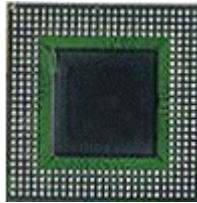

Figura 5.10 Encapsulamento BGA.
**5.2.5 Ball Grid Array (BGA):** Padrão de encapsulamento de circuitos integrados baseado no PGA onde os pinos são pequenas bolas, mostrado na Figura 5.10. É soldado à placa de circuito impresso através de soldagem SMD. É também conhecido como PBGA (Plastic Ball Grid Array).